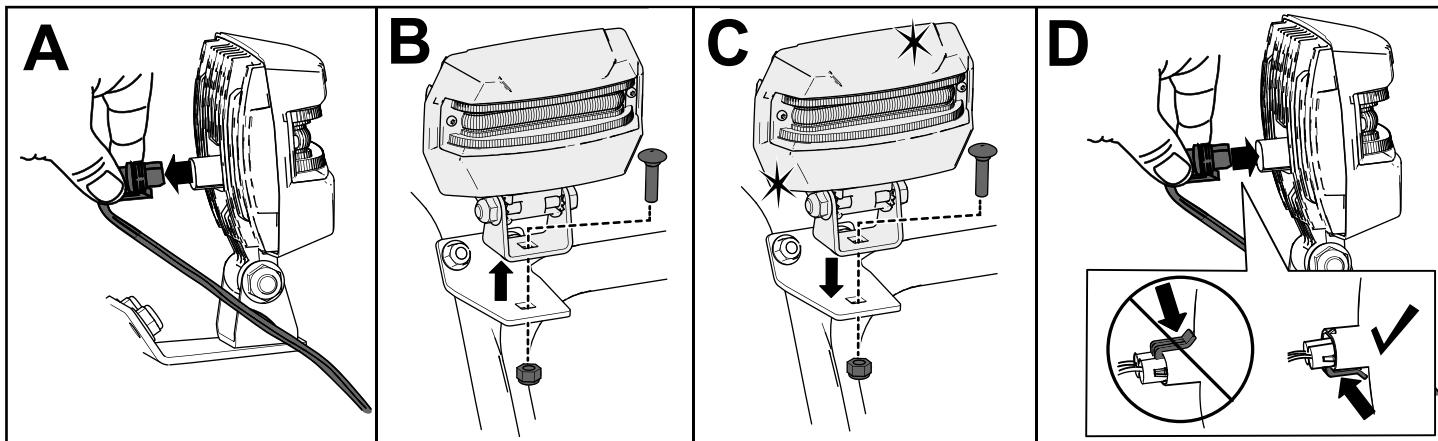

Figura 39
1. Rimuovete il filo del faro anteriore dal retro del faro anteriore (A della Figura 39).
2. Rimuovete il bullone e il dado che fissano il gruppo del faro anteriore sulla relativa staffa e poi smontate il vecchio gruppo del faro anteriore (B della Figura 39).
3. Fissate il nuovo gruppo del faro anteriore sulla relativa staffa con il dado e il bullone rimossi in precedenza (C della Figura 39).
4. Inserite il filo del faro anteriore dritto nel retro del faro anteriore finché non è saldamente in sede (D della Figura 39).